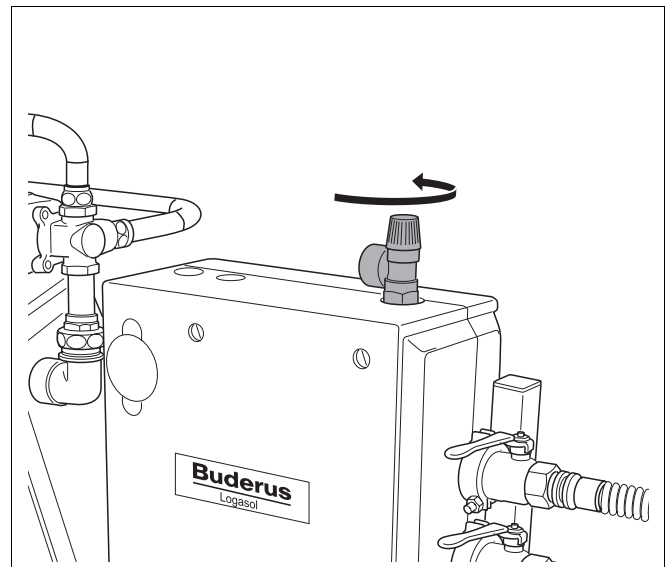

Abb. 16 Sicherheitsventil prüfen
- Lüften Sie das Sicherheitsventil an (Abb. 16). Drehen Sie dazu den Kopf des Sicherheitsventils.